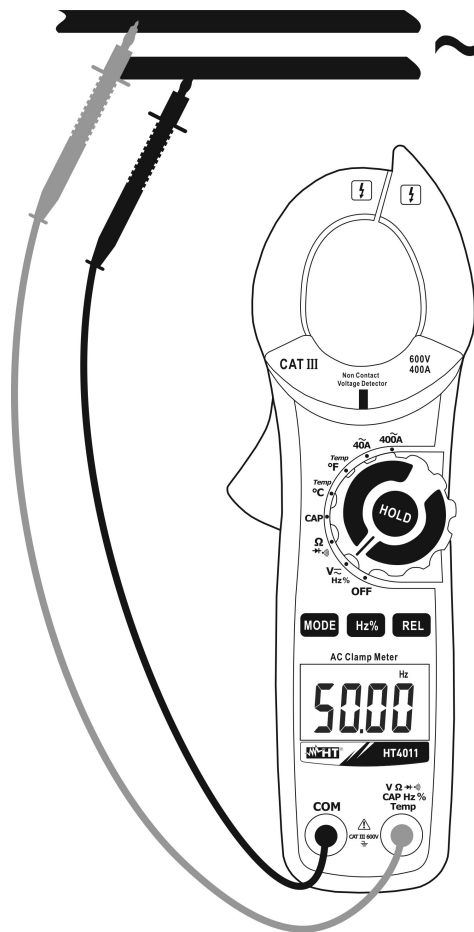

Abb. 4: Verwendung der Zange für Frequenz- und Duty Cycle-Messungen
3. Verbinden Sie die rote Messleitung mit der **V Ω → ← CAP Hz % Temp** Eingangsbuchse, und die schwarze Messleitung mit der **COM** Eingangsbuchse (Abb. 4 – linke Seite) für die Frequenzmessung mit Messleitungen.